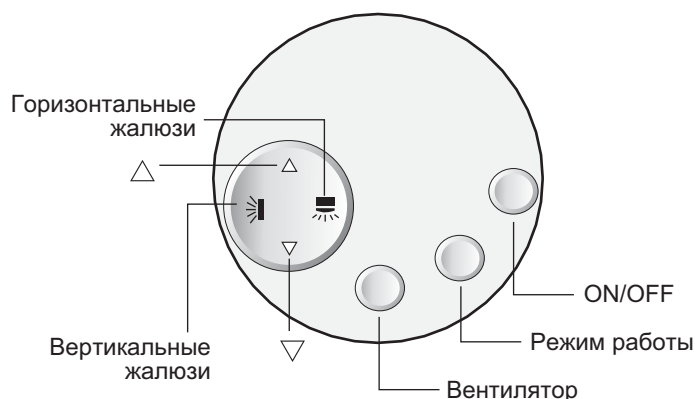

Рис. 4.1
4.1 Кондиционер управляется с панели на внутреннем блоке (рис. 4.1 и 4.2). Управление также возможно при помощи дистанционного инфракрасного пульта ПДУ (опция).